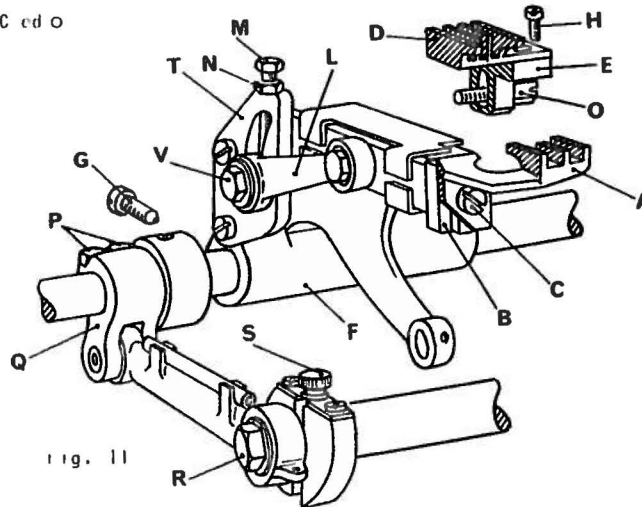

Fig. 11
#### 6. Montaggio e regolazione griffe (fig. 11)
### Centratura griffe (fig. 11)
### Regolazione differenziale (fig. 11)
- Per regolare la lunghezza del punto, si deve allentare il dado R (fig. 11) e ruotare la vite S dell'allungapunto: in senso orario si accorcia il punto, in senso antiorario si allunga. Il dado R si allenta girandolo verso destra.